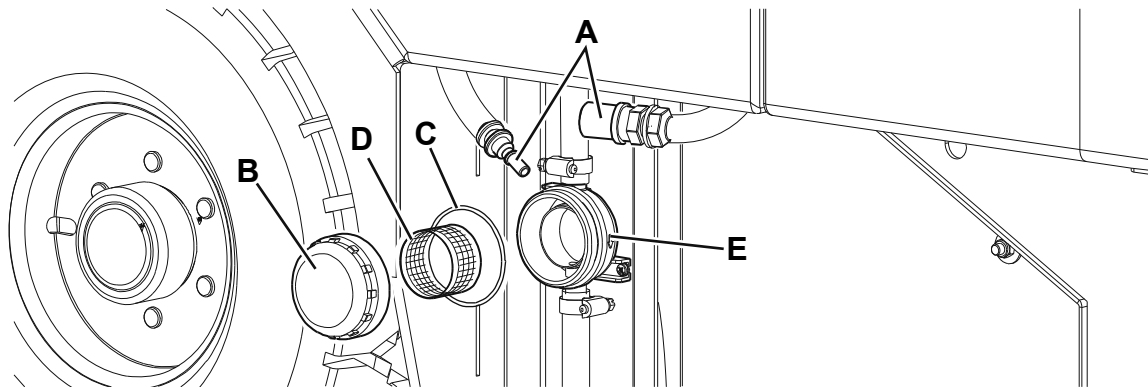

Abbildung 7
1. Gerät auf ebenem Untergrund abstellen, Feststellbremse betätigen und Zündschlüssel (64) in Stellung „O“ drehen.
2. Schnellverbindung (A, Abb. 7) von der Tankleitung abnehmen.
3. Um an den Wasserfilter (30) zu gelangen, linke Abdeckplatte (2) abnehmen.
4. Den durchsichtigen Deckel (B) mit Dichtung (C) abnehmen und Siebfilter (D) entfernen. Reinigen und in der Halterung (E) anbringen.